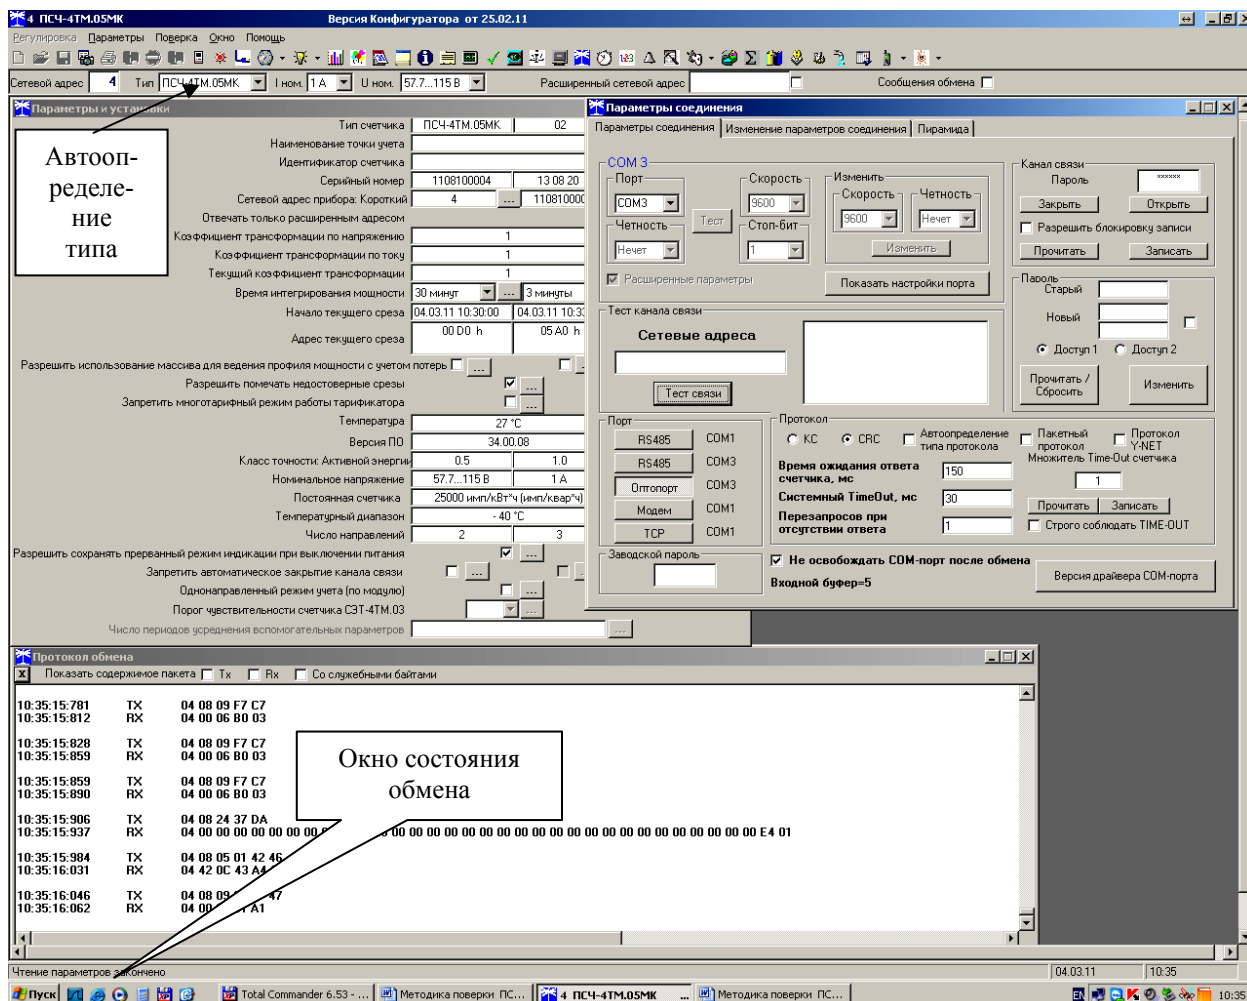

Рисунок 1 - Генеральная форма программы «Конфигуратор СЭТ-4ТМ»
4.1 Для изменения коммуникационных параметров интерфейса RS-485 счетчика нужно ввести значение скорости в окно «Скорость», значение бита паритета в окно «Четность» группы элементов «Параметры соединения»\«Изменить» и нажать кнопку «Изменить» (рисунок 1). В случае успешной операции изменения скорости обмена, ее значение автоматически записывается в окна настройки скорости компьютера.
7.2 Форма «Параметры и установки» может быть вызвана из меню «Параметры», или нажатием кнопки «Автоопределение типа счётчика» на панели инструментов генеральной формы (рисунок 1). При этом определяется тип счётчика, заполняются информационные окна «Тип счётчика», «Iном», «Uном» генеральной формы и вызывается форма «Параметры и установки», вид которой приведен на рисунке 3.